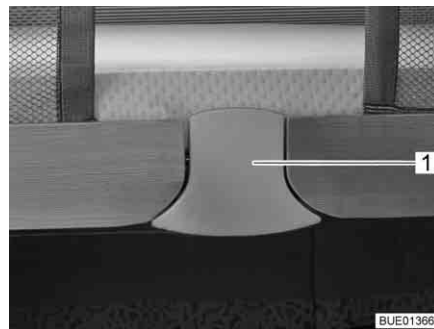

Fig. 115 Desbloqueo
- Extraer la parte inferior de la superficie de desbloqueo (Fig. 115,1). Se ha soltado el bloqueo.